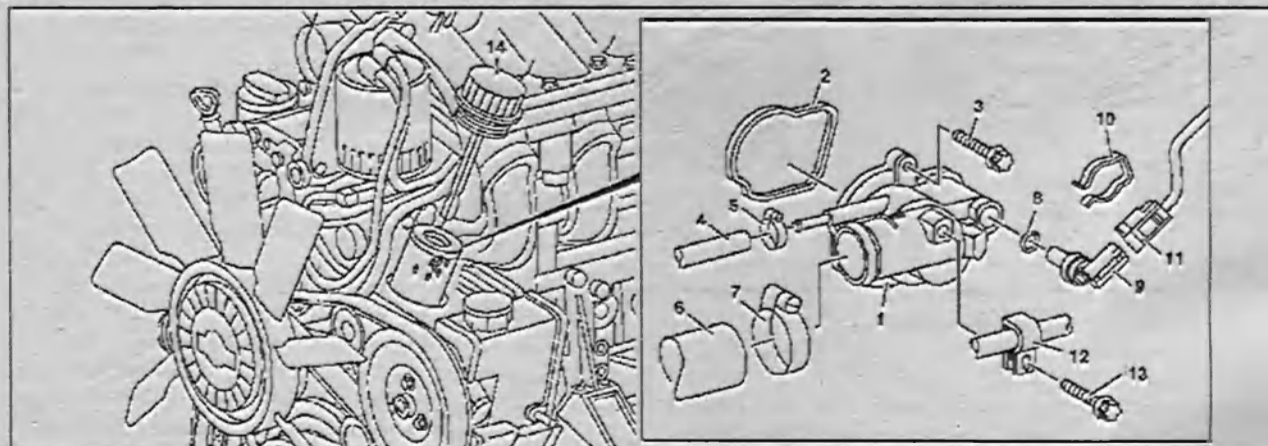

Рис. 3.63. Снятие и установка термостата:
2. Отсоедините разъем проводки 11, извлеките фиксатор 10 и датчик температуры охлаждающей жидкости 9 (рис. 3.63).